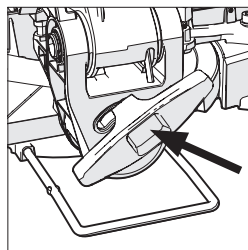

Fig. 22
- Afloje la palanca de bloqueo del bisel (**Fig. 22**).